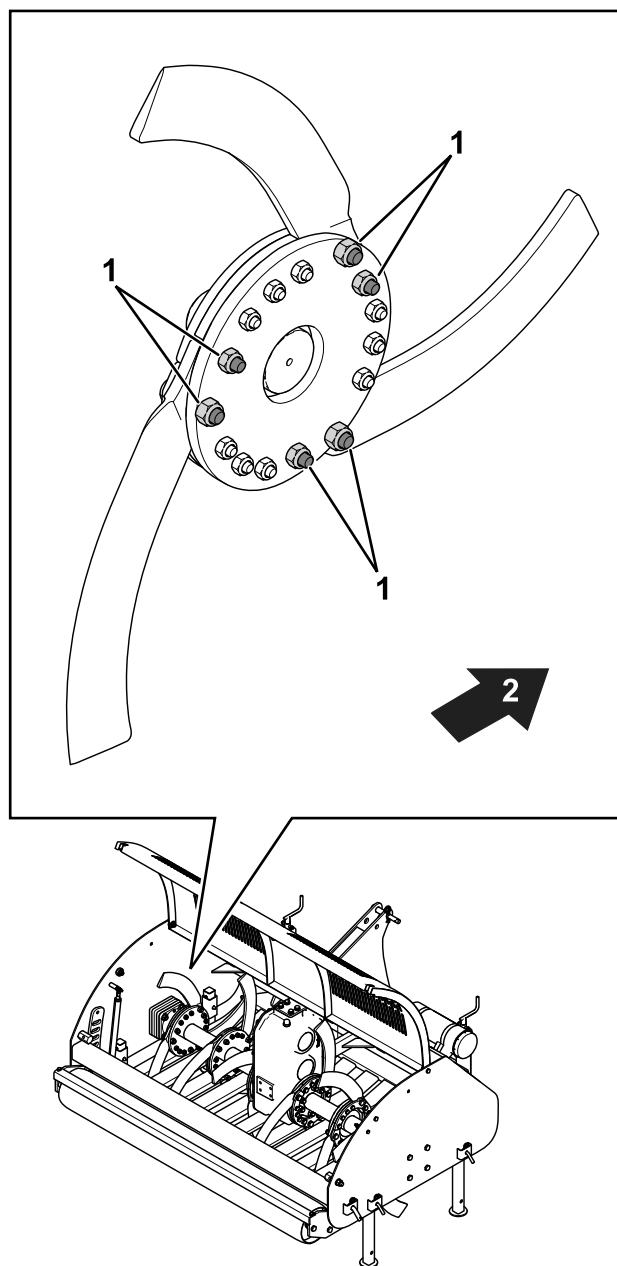

Figura 4
8. Retire las fijaciones indicadas en la Figura 4.
9. Utilice las fijaciones para instalar las cuchillas, como se muestra en la Figura 4.